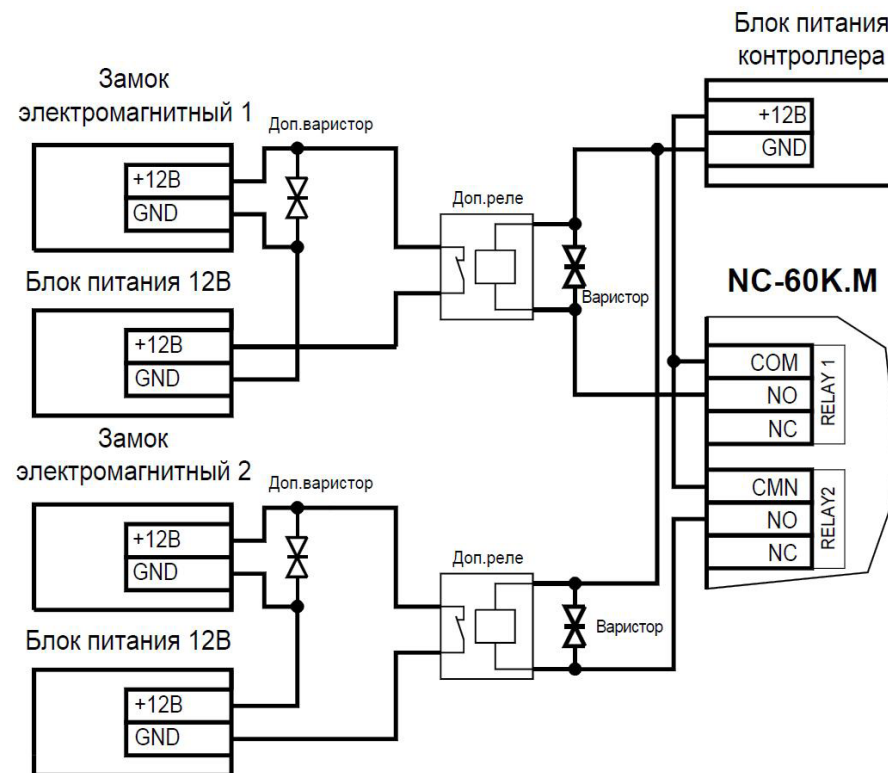

Рисунок 13. Схема подключения замков с большим током потребления
- Установите дополнительное промежуточное реле (рисунок 13).
Реле должно срабатывать от напряжения 12 В, подаваемого от контроллера, а исполнительные контакты – обеспечивать длительную многократную коммутацию силовой цепи замка. Настоятельно рекомендуется установить дополнительный варистор на стороне замка (рисунок 13). Обратите внимание, дополнительный варистор в комплект поставки не входит, а его параметры должны соответствовать напряжению питания и энергии используемого замка.